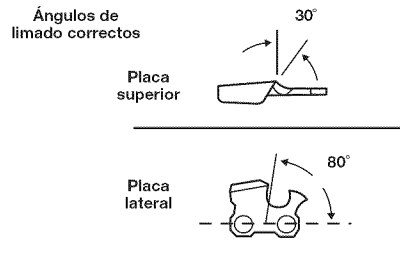

Fig. 44
- **CORRECTO (30°)** - Las guías de escofina tienen marcas para alinear adecuadamente la escofina y darle el ángulo correcto a la placa superior (Fig. 44).
- **CORRECTO (80°)** - Se produce automáticamente si se usa el diámetro correcto de escofina sobre la guía de escofina (Fig. 44).